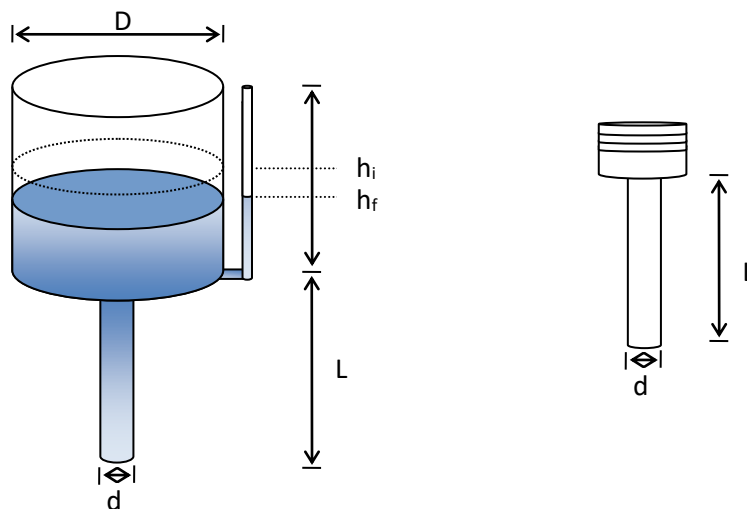

Figura 1. Descarga em um tanque
Quando um tanque que possui um líquido está sendo descarregado, a velocidade de saída do fluido diminuirá à medida que ocorre um deslocamento do nível. Portanto, o tempo de descarga de um determinado volume dependerá do nível como é apresentado na Figura 1.
- Tanque dotado de indicador de nível (Figura 1)